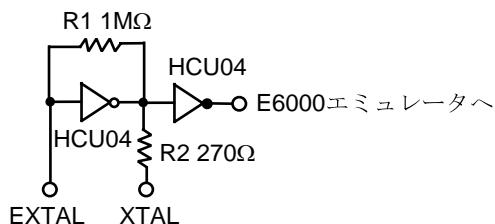

図 9 クロック発振回路
- 図 9 にユーザシステムインターフェースケーブル上のクロック発振回路を示します。